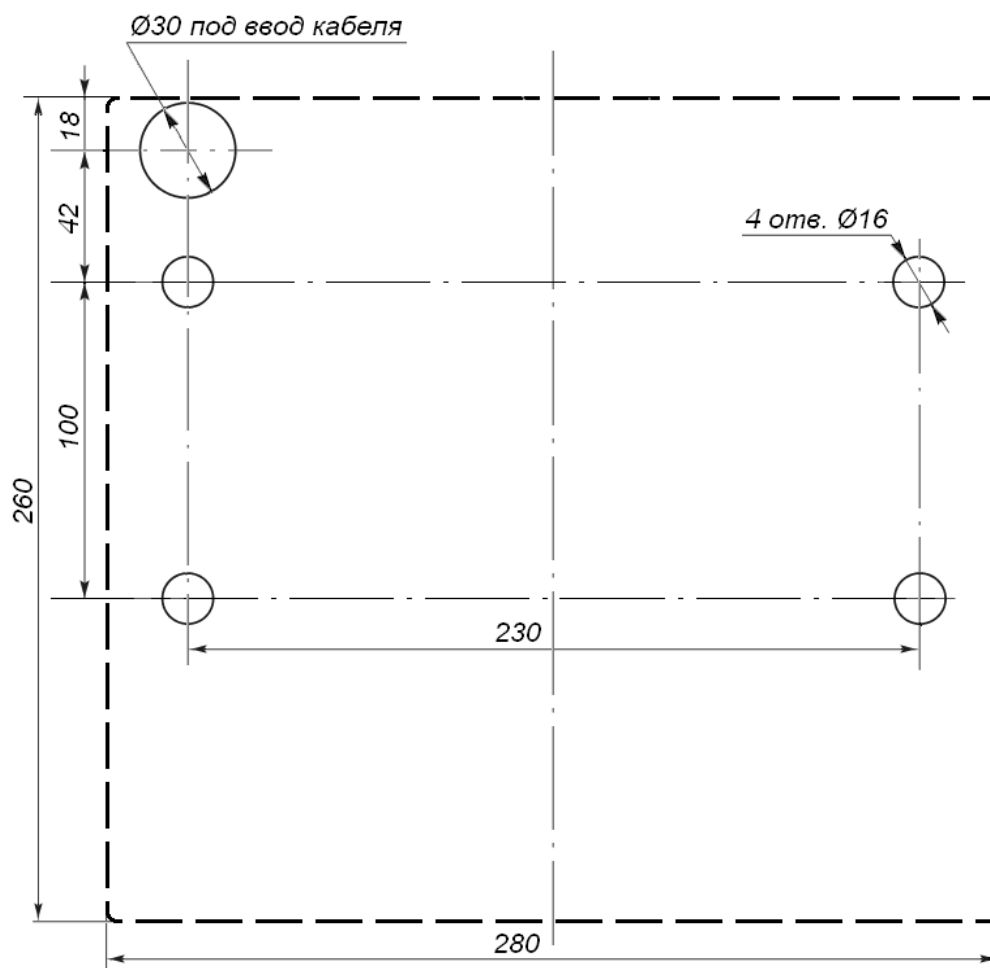

Рисунок 9. Разметка отверстий в полу под крепление стойки турникета и отверстия для ввода кабелей (пунктиром показаны габариты основания турникета)¹
- 1 Подготовьте в полу отверстия под гильзы анкеров (15) для крепления стойки турникета (схема разметки отверстий – см. рис. 9).
- 2 Вставьте гильзы анкеров в выполненные отверстия так, чтобы они не выступали над поверхностью пола. Установите стойку турникета на гильзы анкеров и закрепите ее болтами М10. Установите заглушки (14).
При необходимости прокладки кабелей под поверхностью пола подготовьте в полу кабельный канал, подходящий к отверстиям для ввода этих кабелей в стойку турникета (рис. 9). Установку и крепление стойки турникета производите после прокладки всех кабелей в кабельном канале и внутри стойки турникета.